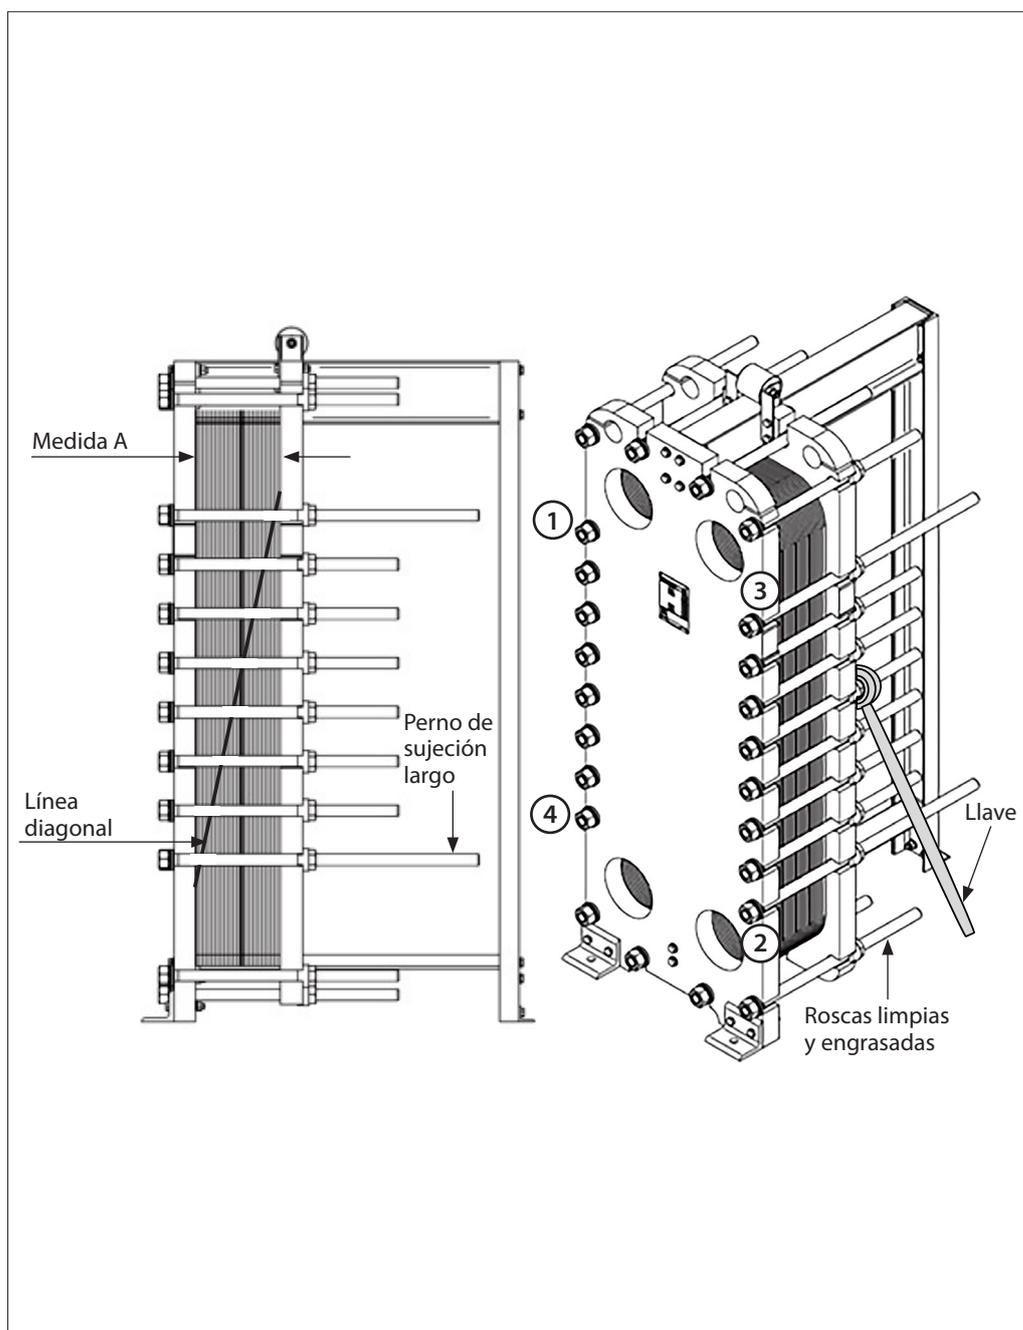

Fig. 10. Apertura del intercambiador de calor de placas
- Marque el paquete de la placa antes de abrirlo. Esto se puede hacer con una línea diagonal (véase la fig. 10) o numerando cada placa secuencialmente
- Afloje los pernos de sujeción largos de manera uniforme en el orden numerado 1, 2, 3, 4 (fig. 10), es decir, la leva deberá tener un movimiento de apertura paralelo